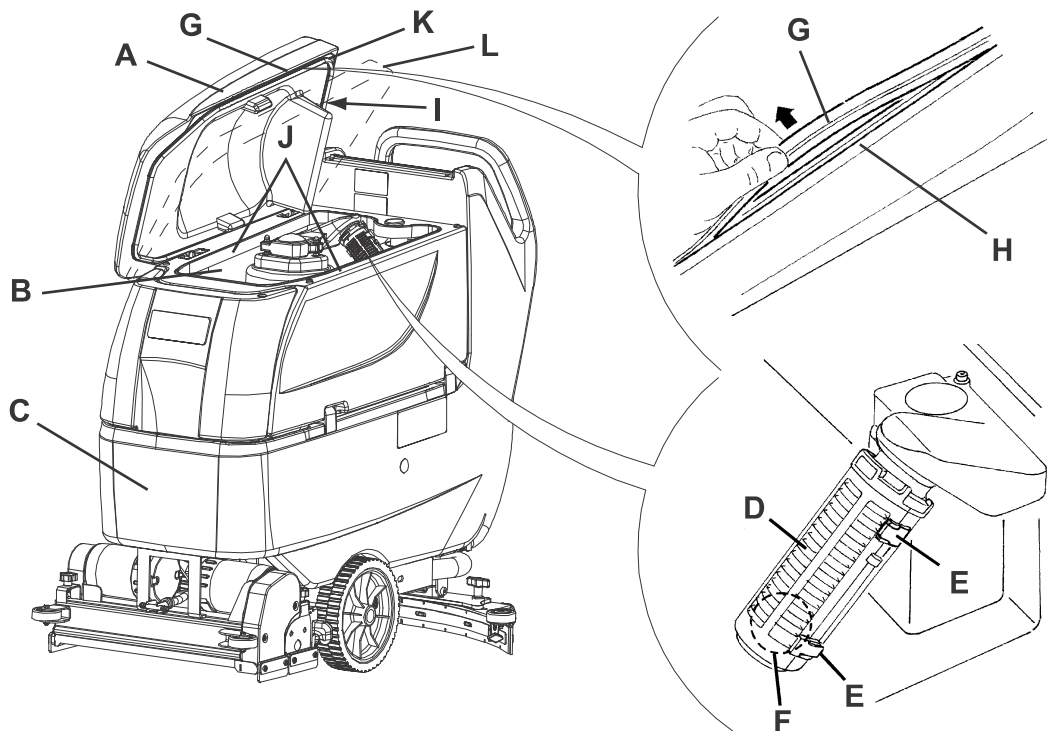

Abbildung 8
2. (Nur für **BA 551D**, **BA 551CD**, **BA 611D**): Den Zündschlüssel (80) auf "0" stellen. (Nur für **BA 551**): Schalter (71) und/oder (73) betätigen und Gerät abschalten.
3. Den Deckel (A, Abb. 8) in der Waschposition (L) bringen.
4. Den Deckel (A), die Tanks (B und C) und das Ansauggitter mit automatischem Schwimmverschluss (D) mit klarem Wasser reinigen und waschen. Das Wasser aus den Tanks mit den Röhren (16 und 17) auslassen.
5. Falls nötig, die Befestiger (E) lösen, das Gitter (D) öffnen und den Schwimmer (F) hervorholen, sorgfältig reinigen und wieder installieren.
6. Die Unversehrtheit der Deckeldichtung (G) des Tanks prüfen.